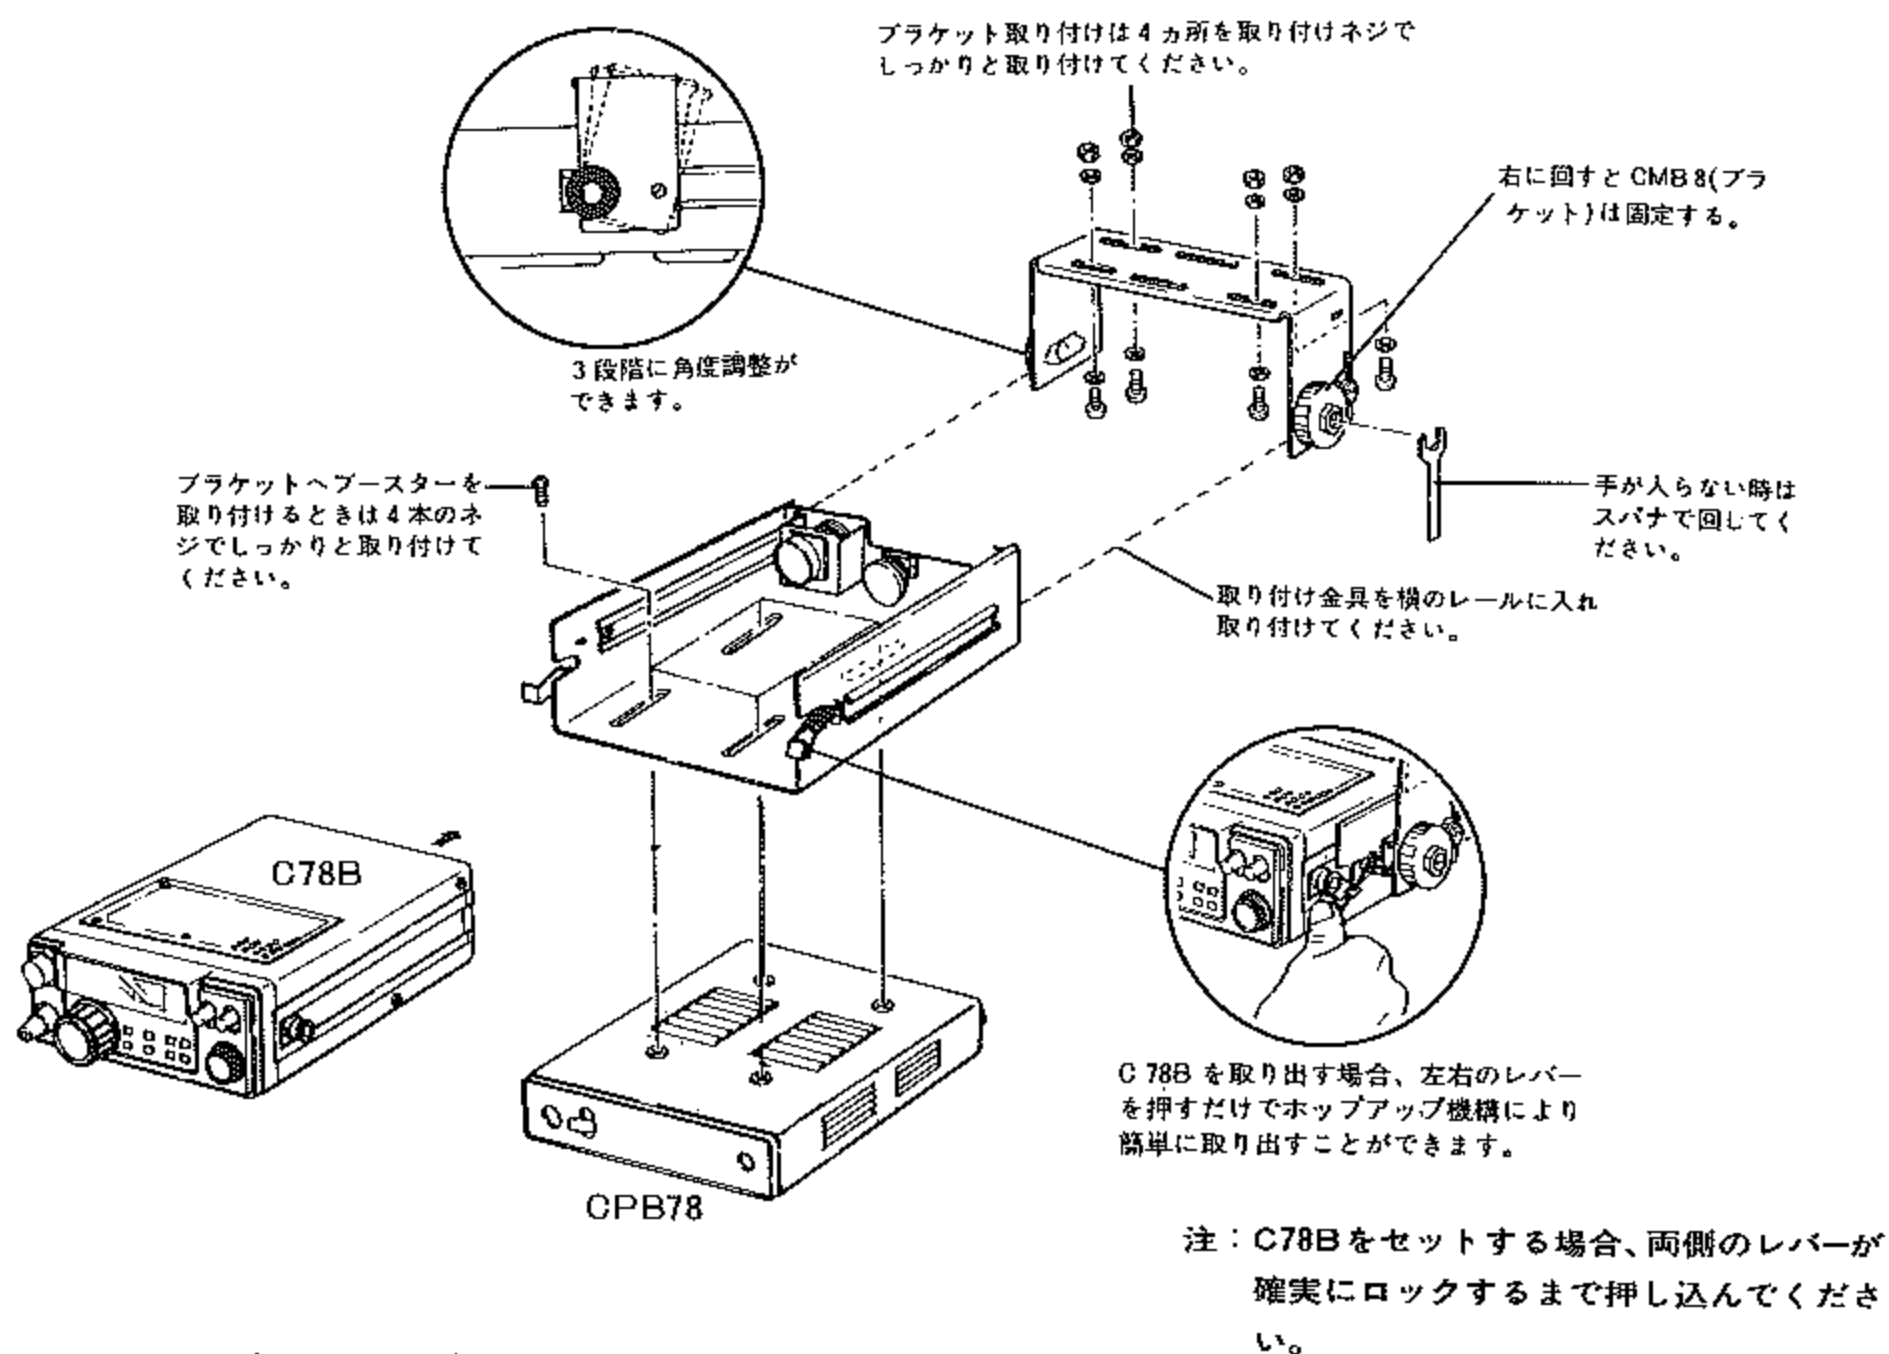

図6 モービルブラケット及びパワーブースターの取付け
- ②オプションのソフトケースCLC8を用いることによりリグを衝撃から保護し、いっそう機動性を発揮することができます。
- ①オプションのブラケット(CMB8)を取付けることにより、ワンタッチのスライドインでモバイル使用になります。又ポータブルで使いたい時はブラケットに装備されたポップアップ機能によりワンタッチでスライドアウトし、ポータブル使用ができます。(図6参照)
- ②ブラケット(CMB8)と一緒にオプションのPOWER BOOSTER(CPB78)を組合せることによりモバイルでは10W機としての使用がワンタッチでできます。
(図6参照)